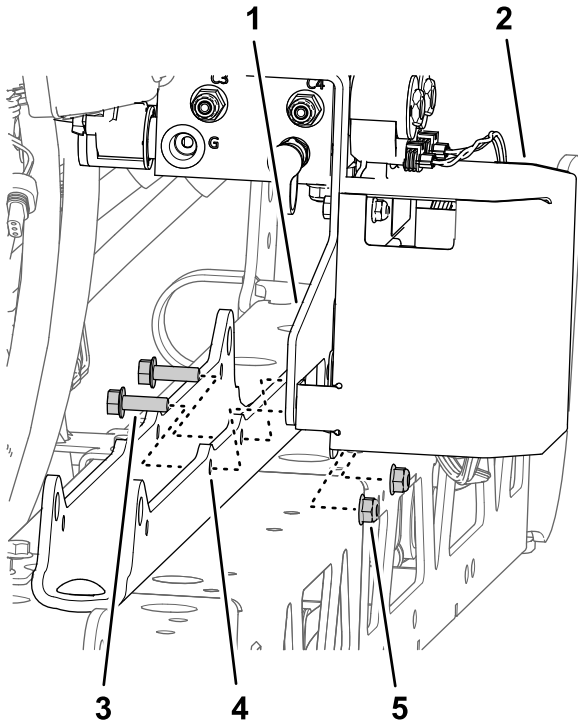

Bild 96
- B. Befestigen Sie die Stützhalterung und die TEC-Halterung mit den zwei Bundkopfschrauben (5/16" x 1") und der Sicherungsbundmutter (5/16"), die Sie in Schritt 1 in Entfernen des Abschnitthubverteilers vom mittleren Sprühabschnitt \(Seite 25\) entfernt haben, an der Zylinderbefestigung (Bild 96).